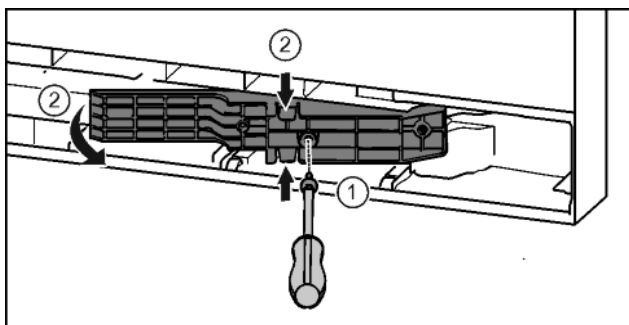

Fig. 22*
- ▶ Отпустить винты отверткой T15.* Fig. 22 (1)
- ▶ Извлечь деталь адаптера.* Fig. 22 (2)